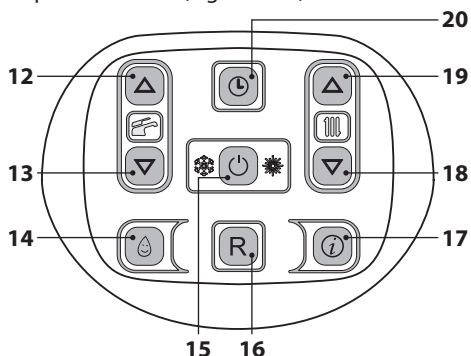
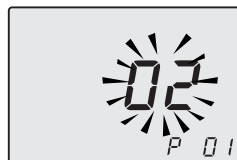
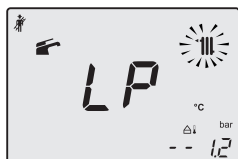
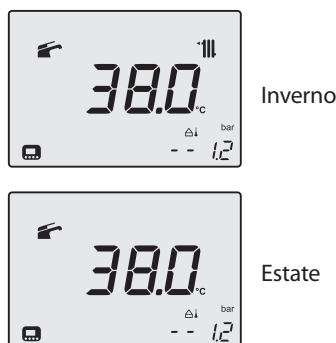

Figura 9.21
Figura 9.22
Figura 9.23
Figura 9.27
- Entrare in "modalità programmazione" premendo contemporaneamente per 10 secondi i tasti 15 - 18 - 19 (Figura 9.21) fino a far apparire sul display LCD le lettere **P01** e il valore del parametro, indicanti l'entrata nel "parametro 01" (Figura 9.22).
- Premere contemporaneamente i tasti 18 e 19 (Figura 9.21) fino a far apparire sul display LCD le lettere **LP** che si alternano con il valore di temperatura dell'acqua di riscaldamento (es.45), indicanti l'entrata nell'attivazione della "funzione spazzacamino" alla potenza minima (Figura 9.23).
- Premendo il tasto 19 (Figura 9.21) è possibile variare la potenza in modalità spazzacamino: con visualizzazione sul display LCD delle lettere **hP** che si alternano con il valore di temperatura dell'acqua di riscaldamento (es. **32**), siamo in "funzione spazzacamino" alla potenza minima in riscaldamento (Figura 9.24).
- Ripremendo contemporaneamente per 10 secondi i tasti 15 - 18 - 19 (Figura 9.21) si esce dalla "modalità spazzacamino" e si ritorna allo stato di caldaia precedentemente impostato (Figura 9.27).